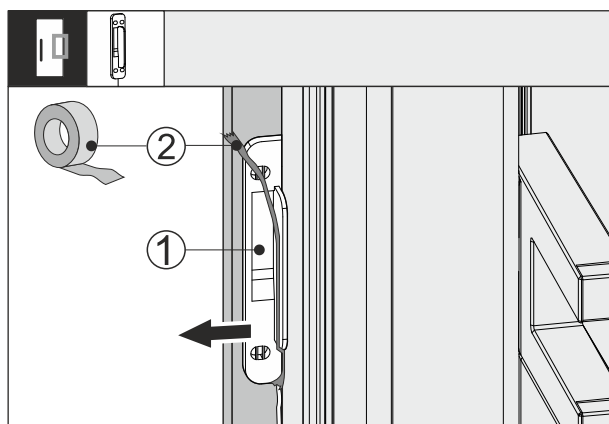

Fig. 65
- Uvolněte lepicí pásku Fig. 65 (2) na senzoru klepání Fig. 65 (1).